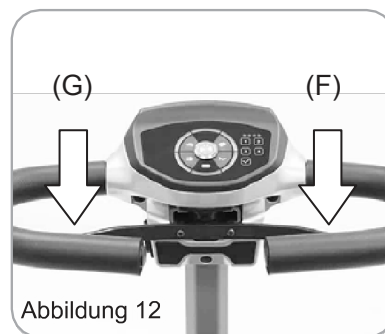

Abbildung 12
- Um den Scooter vorwärts fahren zu lassen, ziehen Sie den rechten Hebel (F) des Fahr-/Brems-Griffs. Um den Scooter rückwärts fahren zu lassen, ziehen Sie den linken Hebel (G) des Fahr-/Brems-Griffs. Die Zuordnung der Hebel zur Fahrtrichtung kann bei Bedarf durch den Anbieter vor Ort umgekehrt werden (Abbildung 12).